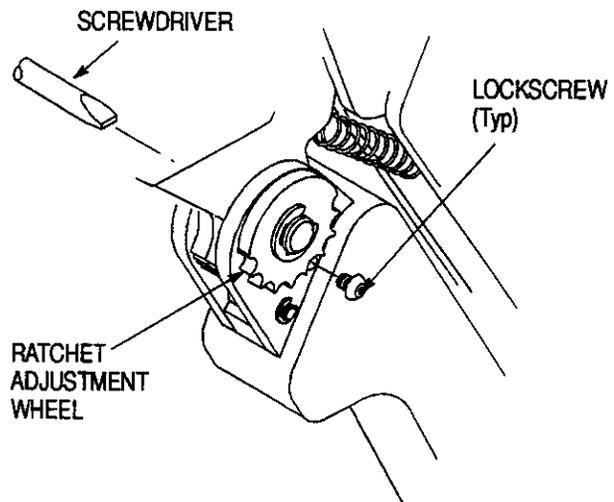

Figure 4
5. CRIMP HEIGHT ADJUSTMENT (Figure 4)